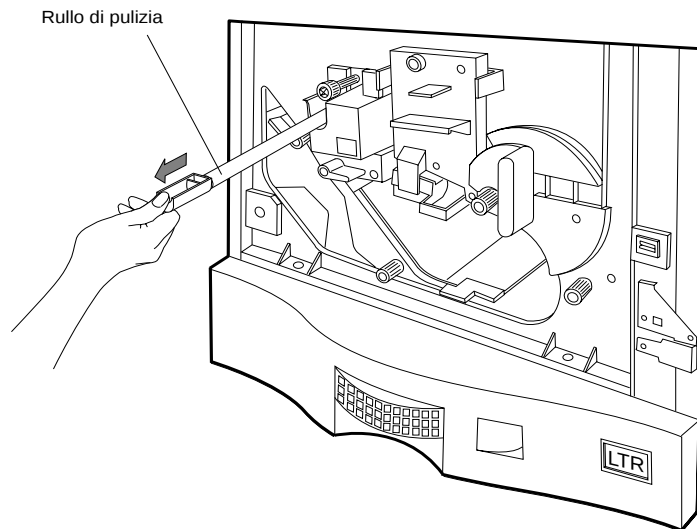

Figura 4-6 Rimozione del rullo di pulizia
2. Estrarre il vecchio rullo di pulizia, come mostrato nella Figura 4-6.